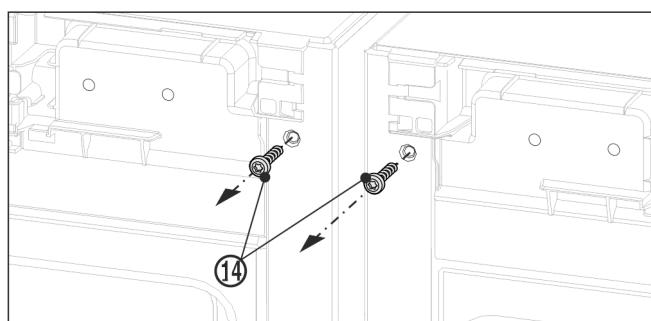

Fig. 12
- Před montáží horního úhelníku oba uzemňovací šrouby Fig. 12 (14) vyšroubujte.